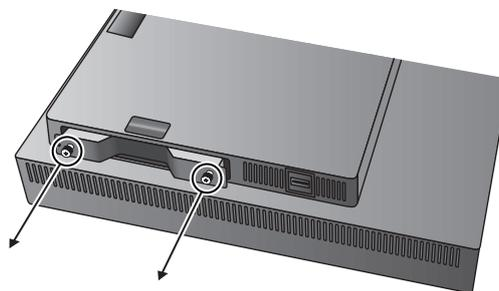

Figura G.3
4. Retire la unidad de interfaz DisplayPort utilizando los tornillos de mariposa (**figura G.3**).